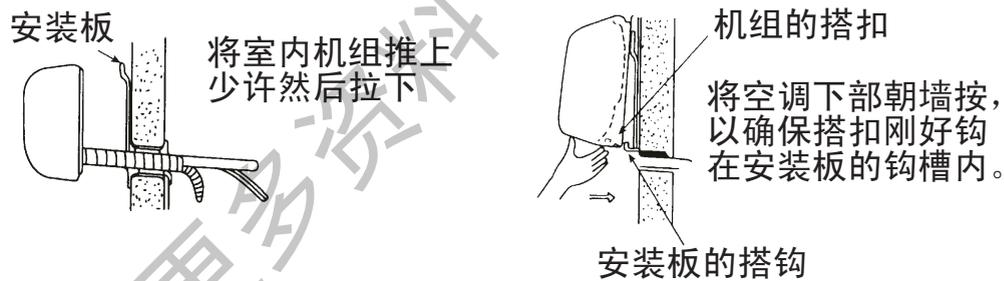

图17
- (2) 如图17所示将室内机组钩上安装板。
- (3) 把室内机组的搭扣钩在安装板上。